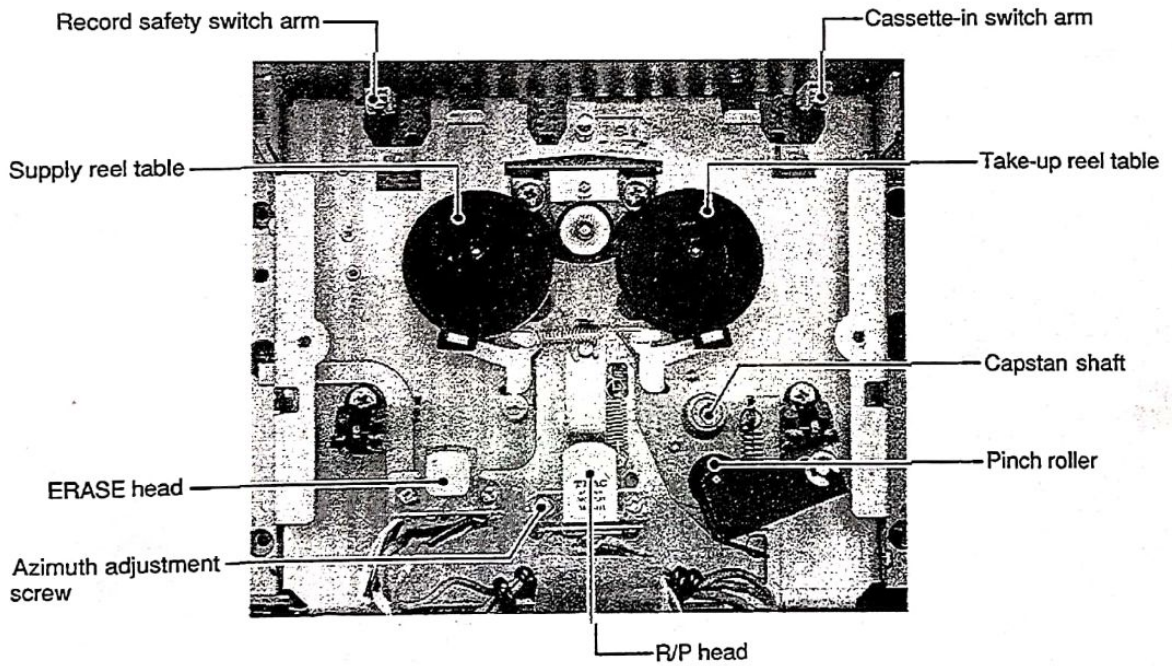

Fig. 3-2 図3-2
5. Set tape speed to HIGH, play the 315 Hz and 6.3 kHz signals on test tape MXT-1161 and adjust azimuth screw (Figure 3-2) for 0 degree phase shift between channels 1 and 2.
- 5). テープ・スピードを HIGH にし、テスト・テープ MXT-1161 の 315Hz と 6.3kHz を再生して、CH1 と CH2 の位相が 0° になるようにアジマス調整ネジ (図3-2) を調整する。